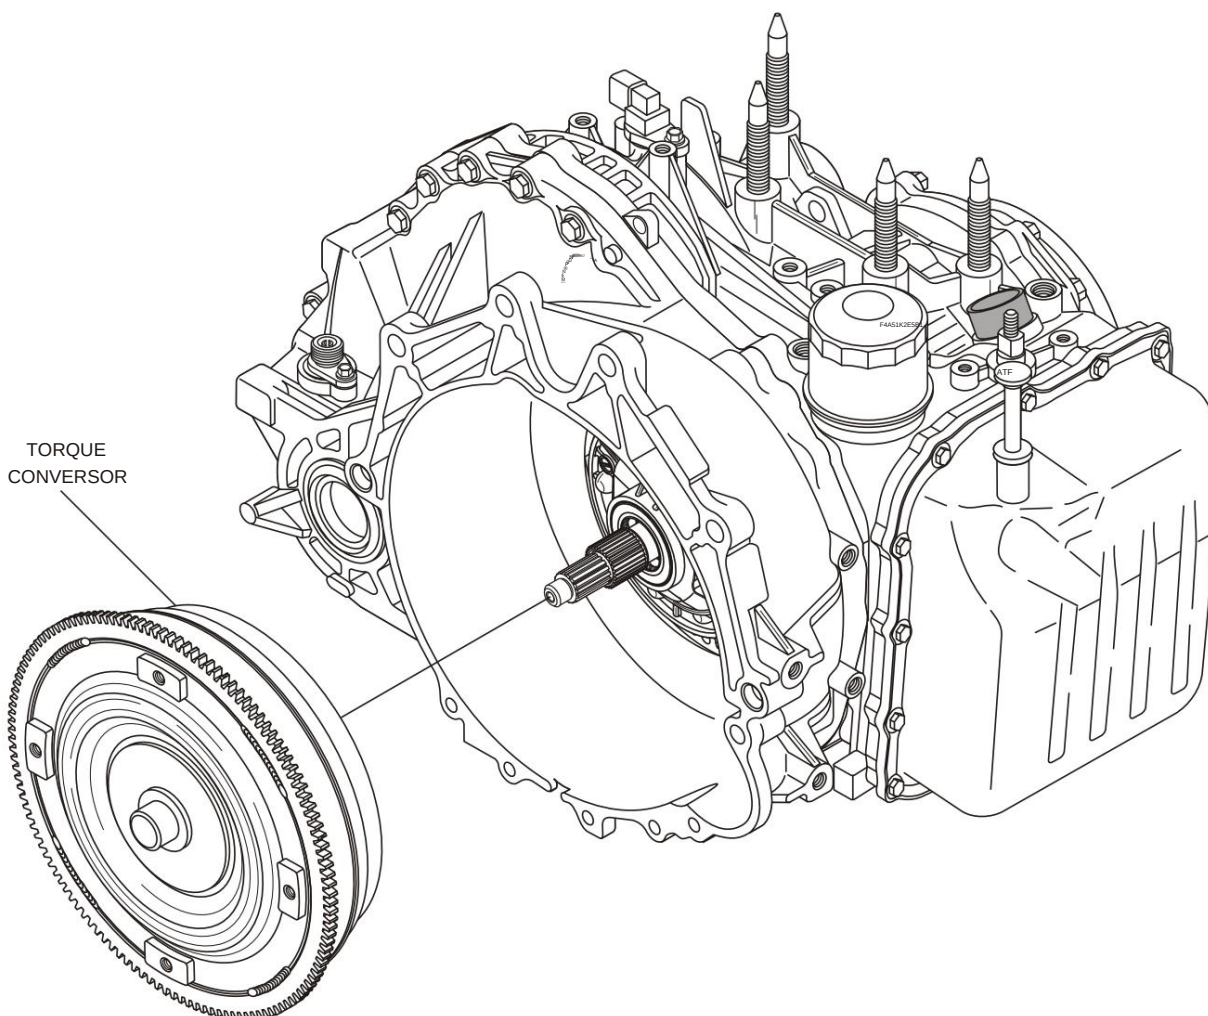

Figura 22
3. Remova o conversor de torque da transmissão, conforme mostrado na Figura 22.